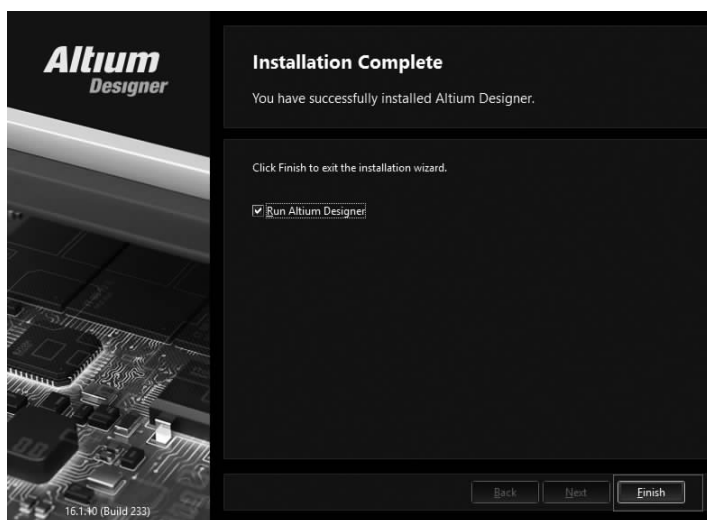

图 1-8 Altium Designer 16 安装完成
(8)在图 1-8 所示对话框中,单击“Finish”按钮,完成安装。